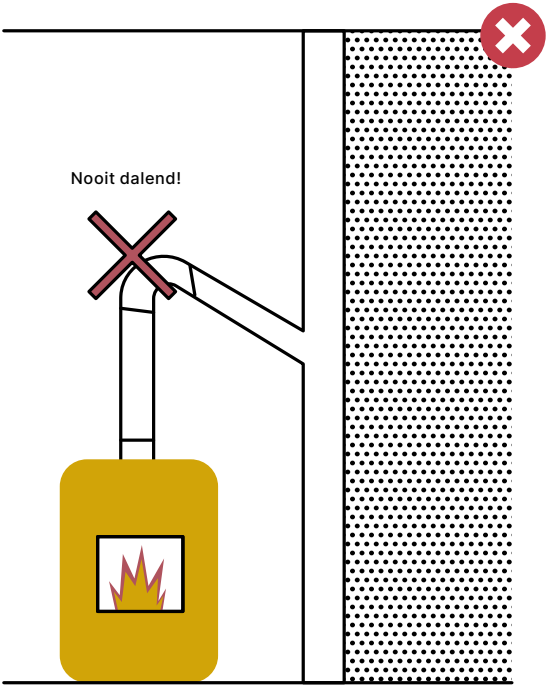

fig 4 Het aansluitkanaal mag nooit in dalende lijn geplaatst worden
- Het aansluitkanaal mag nooit in dalende lijn geplaatst worden; fig 4